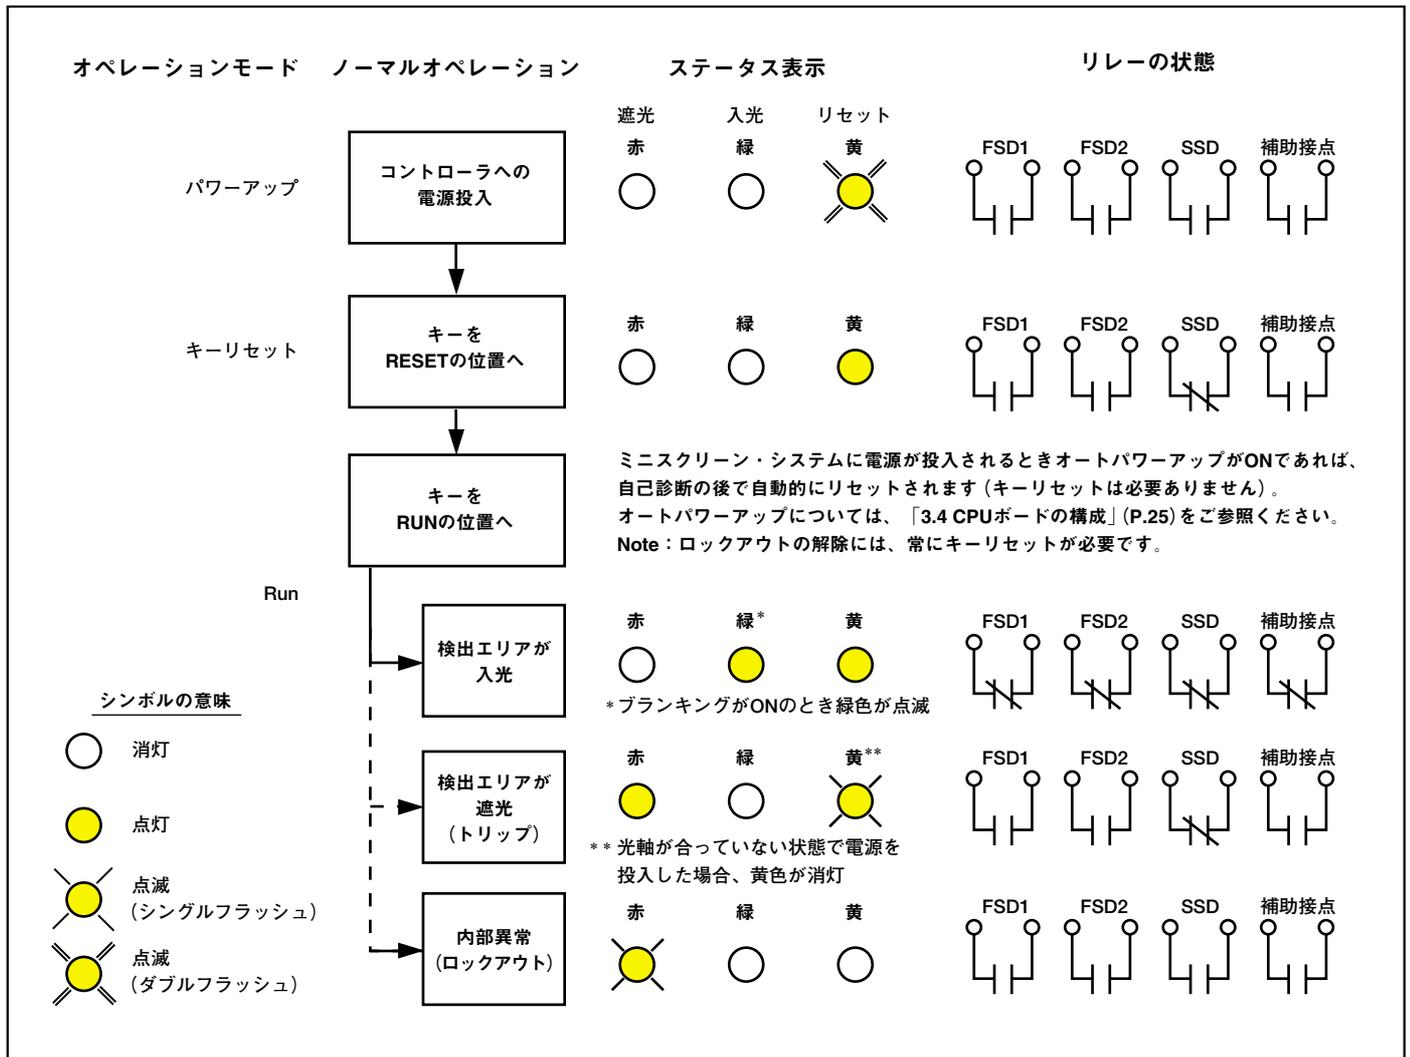

Fig.5 ステータス表示と出力接点
- 電源投入時(オートパワーアップ機能設定時を除く；P.12のFig.5参照)
- 電源が遮断された場合(オートパワーアップ機能設定時を除く；Fig.5参照)
自己診断により検出したシステム異常が原因でロックアウトになった場合、コントローラと受光器の赤いLEDが点滅します。緑色と黄色のLEDは消灯します(Fig.5参照)。「5.1 ロックアウト状態のトラブルシューティング」(P.35)をご参照ください。